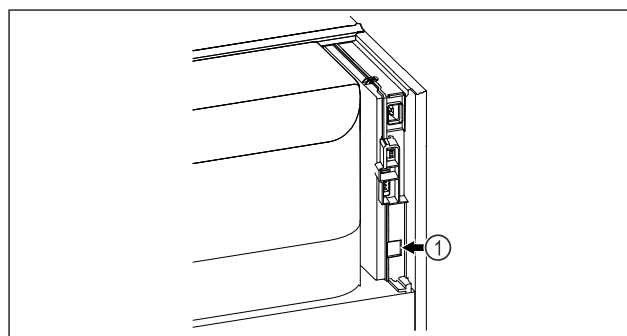

Fig. 100
- SmartModule Fig. 100 (1) er indsat.